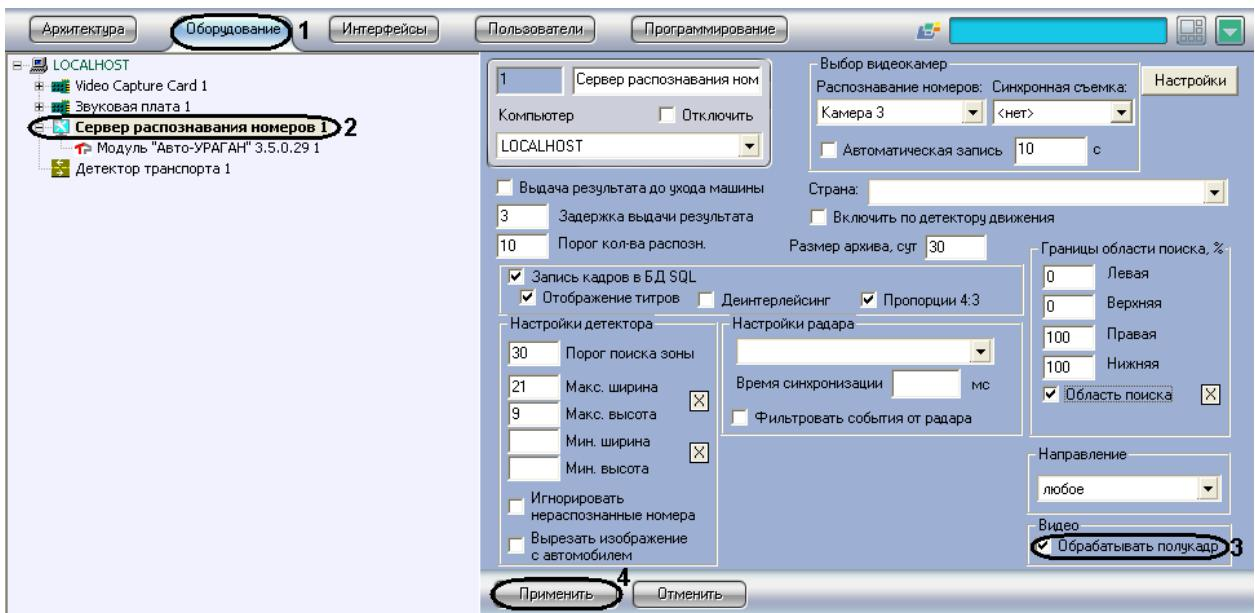

Рис. 7.2—28. Настройка обработки кадров
1. В диалоговом окне «Настройка системы» перейти на вкладку «Оборудование» (см. Рис. 7.2—28, 1).
2. В дереве объектов на вкладке «Оборудование» выбрать объект «Сервер распознавания номеров», соответствующий активированному программному модулю «Авто-УРАГАН 3.5.0.29», «CARMEN-паркинг», «CARMEN-Авто», «ACCR» или «VIT» (см. раздел «Активация программного модуля, используемого для распознавания номеров», Рис. 7.2—28, 2). В правой части вкладки «Оборудование» отобразится панель настройки выбранного объекта.
3. Снять (установить) флажок «Обрабатывать полукард» в группе «Видео» (см. Рис. 7.2—28, 3).
4. Нажать кнопку «Применить» (см. Рис. 7.2—28, 4).